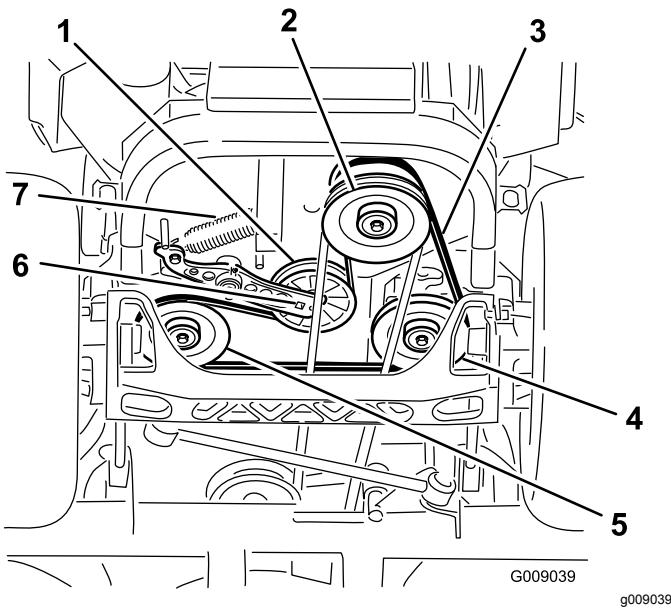

Bild 88
4. Heben Sie die Maschine an und stützen Sie sie mit Stützböcken ab (Bild 88).
5. Setzen Sie eine Ratsche in das rechteckige Loch im Spannarm ein, um die Spannscheibenfeder zu entfernen (Bild 88).
6. Haken Sie die Spannscheibenfeder vom Rahmen aus (Bild 88).
9. Setzen Sie einen Schraubenschlüssel in das rechteckige Loch im Spannarm ein, um die Spannscheibenfeder im Rahmen einzusetzen (Bild 88).